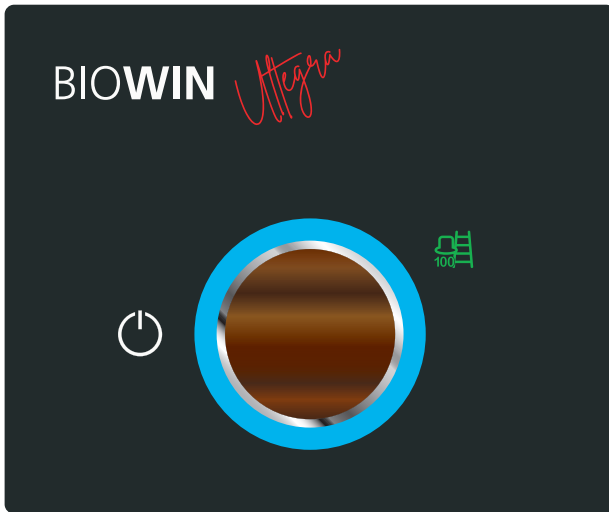
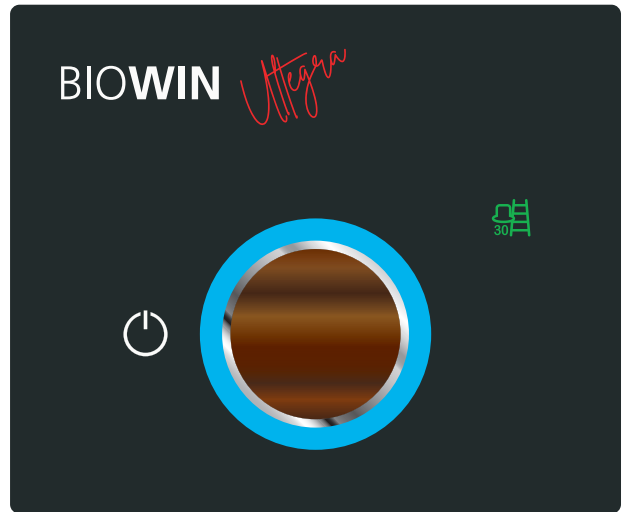

Fig. 20
Fig. 21
- ▶ Den myMagic Button auf Symbol Kaminkehrer 100 %  Drehen (Fig. 20) und ca. 3 sec. gedrückt halten, Symbol Kaminkehrer 30 %  wird angezeigt – Fig. 21.